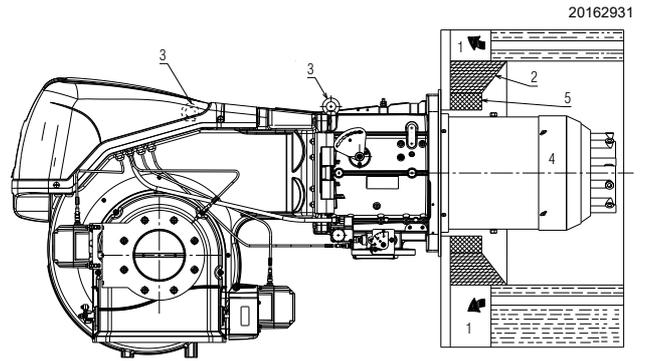

Abb. 13
Für Heizkessel mit vorderem Abgasumlauf 1) (Abb. 13) oder mit Flammenumkehrkammer muss eine Schutzschicht aus feuerfestem Material 5), zwischen feuerfestem Material des Kessels 2) und Flammrohr 4) ausgeführt werden.
Für Heizkessel mit wassergekühlter Frontseite ist die Verkleidung mit feuerfestem Material 2)-5)(Abb. 13) nicht notwendig, sofern nicht ausdrücklich vom Kesselhersteller gefordert.
Durch Einhaken an den Ringen 3)(Abb. 13) ein entsprechendes Hebesystem vorbereiten.
- Den beige-packten Hitzeschutz am Brennerrohr 4)(Abb. 13) einpassen.